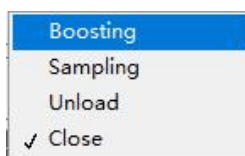

图 2-18 样品流的设置
- 2) 样品流的下拉框包括四种模式，如图 2-18 所示：